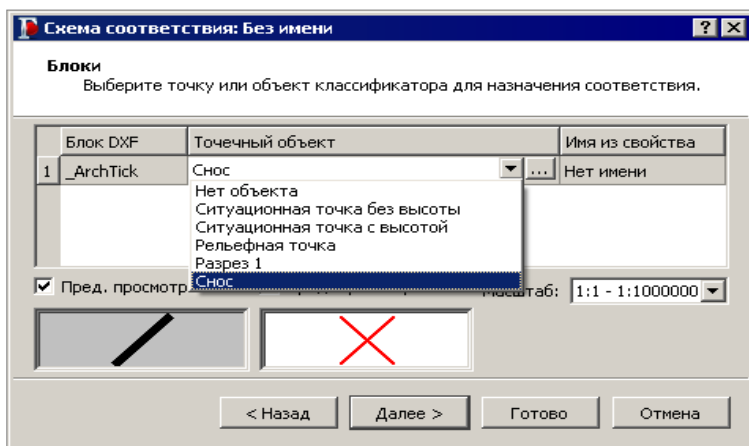

Рис. 31.5
- Для блоков (рис. 31.5) – в виде ситуационной точки (без высоты или с высотой), рельефной точки, точечного объекта классификатора.